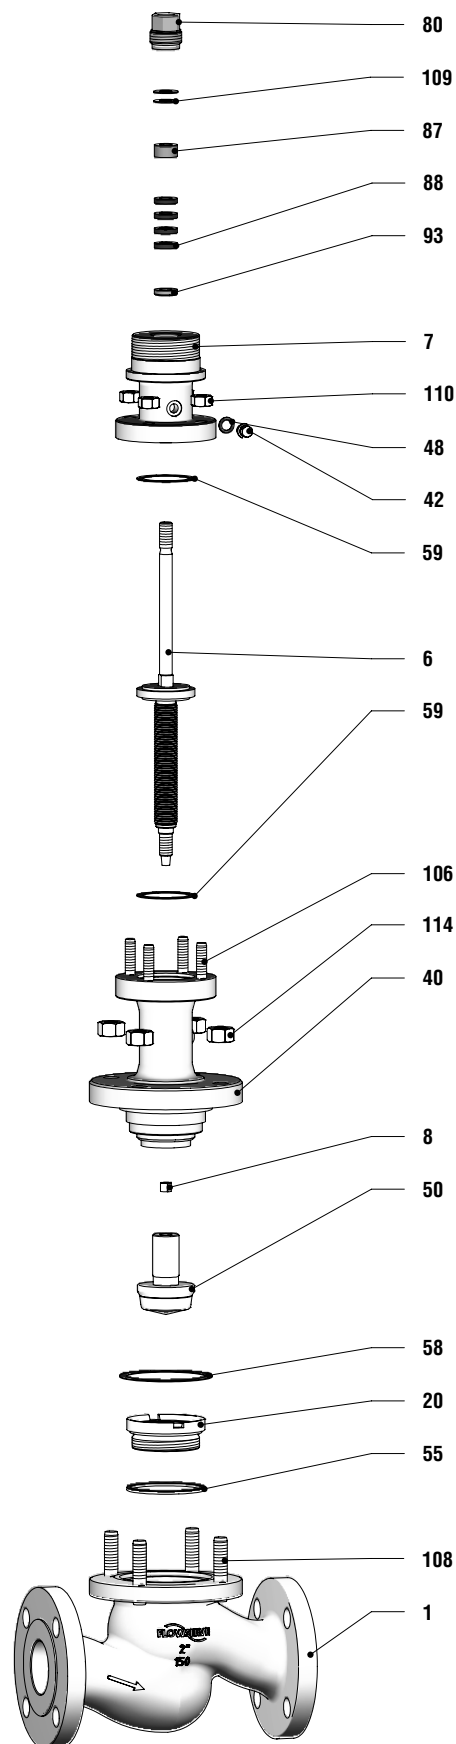

Abbildung 10: Zerlegen / Zusammenbau des Stellventils mit Balgeinheit Typ A (Ventilteile siehe Tabelle 13, Seite 17)
1. Sechskantmuttern (114) gegen Uhrzeigersinn lösen (siehe Abbildung 10: Zerlegen / Zusammenbau des Stellventils mit Faltenbalg-Ausatz Type A)
2. Gewindestopfbuchse (80) gegen Uhrzeigersinn lösen.
3. Tellerfedern (109) entnehmen.
4. Obere Spindelführung (87) entnehmen.
5. Ringmutter (siehe Abschnitt 16: Sonderwerkzeuge) auf die Spindel (50) aufschrauben und Aufsatz / Spindel vorsichtig aus dem Gehäuse heben.